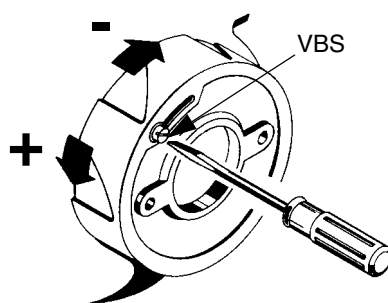

Рис. 12
- 11 Проверять постоянно анализы выбросов, отрегулировать расход воздуха, воздействуя на винт **VBS** (Рис. 12); закручивать его для уменьшения расхода и откручивать - для увеличения.